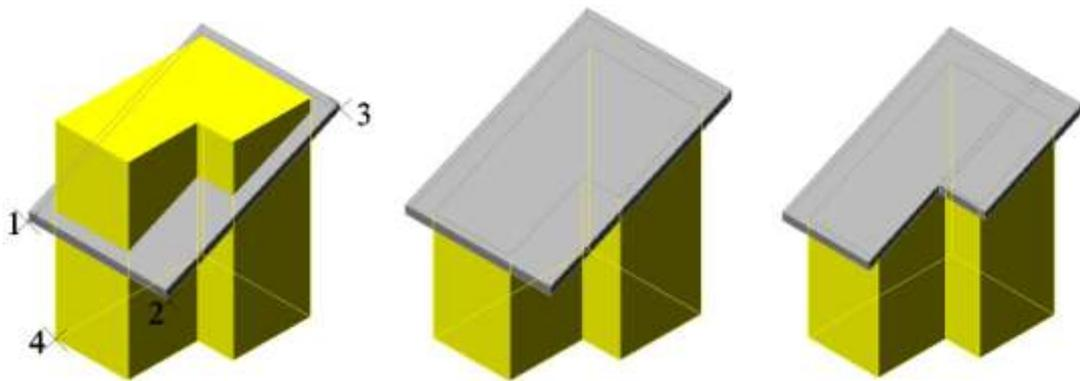

Рис. 41
Удаляем ненужные части объектов командой **Разрез (Slice)** на панели **Редактирование тел** (рис. 41). Запросы:
– укажите точку с нужной стороны плоскости: указать нижнюю точку 4 стены. Те же операции можно выполнить и для крыши (см. рис. 41).